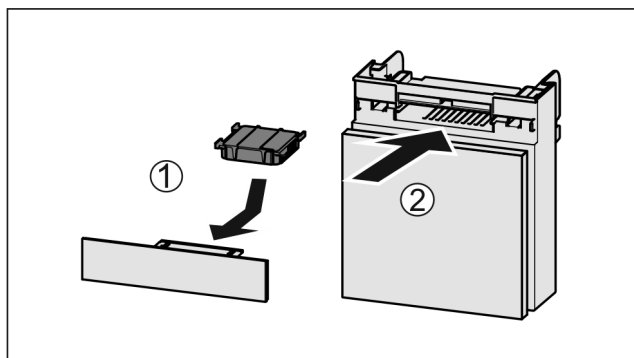

Fig. 123
- ▶ Установите фильтр с активированным углем, как показано на рисунке Fig. 123 (1).
- ▶ Вставьте отделение Fig. 123 (2).